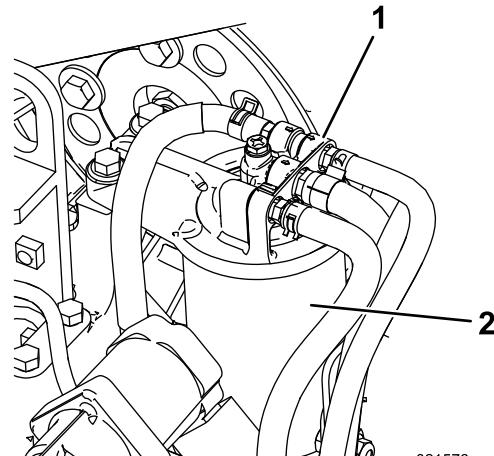

Bild 57
1. Reinigen Sie den Bereich um den Kraftstofffilterkopf (Bild 57).
2. Entfernen Sie den Filter und reinigen Sie die Befestigungsfläche des Filterkopfes (Bild 57).